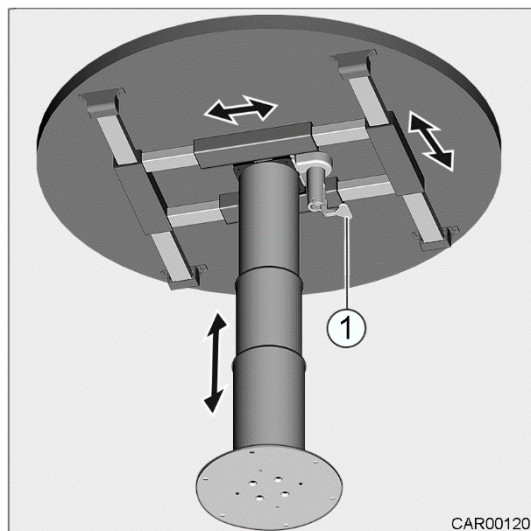

Fig. 73 Table abaissable (sans levier)
1. Rabattre le levier (Fig. 73/1) pour desserrer la fixation du dessus de table.
3. Relever le levier (Fig. 73/1) pour fixer le dessus de table.